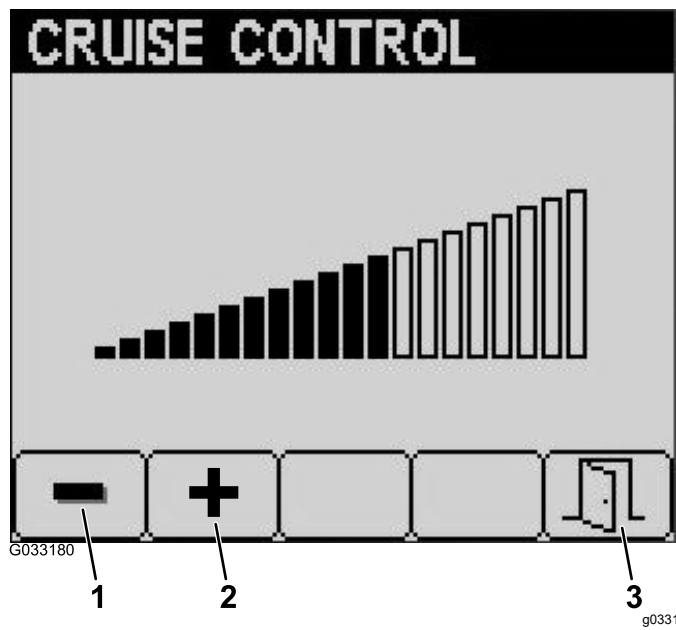

Figura 21
4. Dalla schermata Cruise Control (comando elettronico della trazione), premete il pulsante 1 per ridurre la velocità del comando elettronico della trazione o il pulsante 2 per aumentarla (Figura 21).
5. Una volta impostata la velocità desiderata del comando elettronico della trazione, premete il pulsante 5 per uscire (Figura 21).